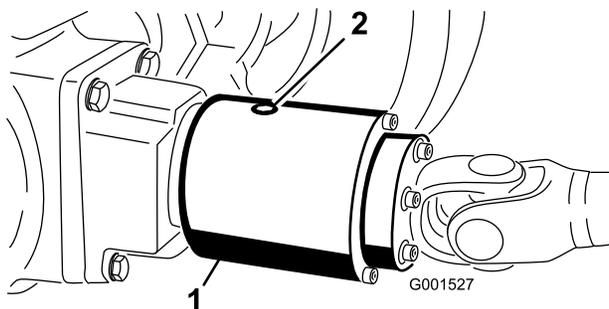

Figura 29
2. Gire el embrague (Figura 29) hasta que el tapón de verificación esté en la posición de las 4.